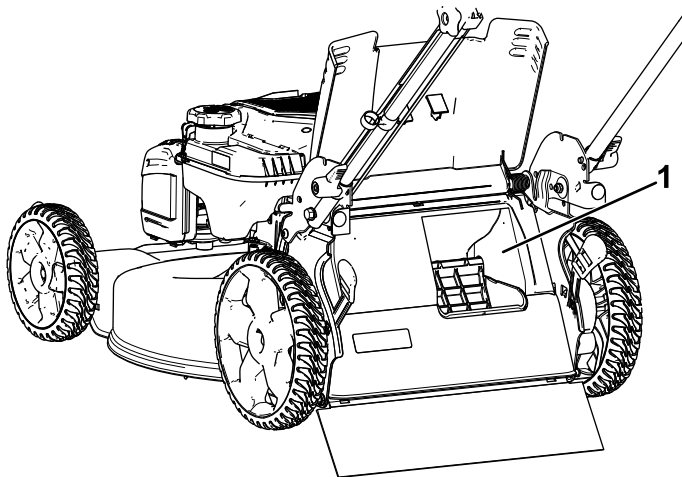

Рисунок 19
**Внимание:** Для обеспечения надлежащей работы, прежде чем передвигать рычаг включения сбора в мешок из одного положения в другое, заглушите двигатель, дождитесь остановки всех движущихся частей и затем удалите всю скошенную траву и мусор из дверцы для сбора в мешок и прилегающего проема (Рисунок 19).